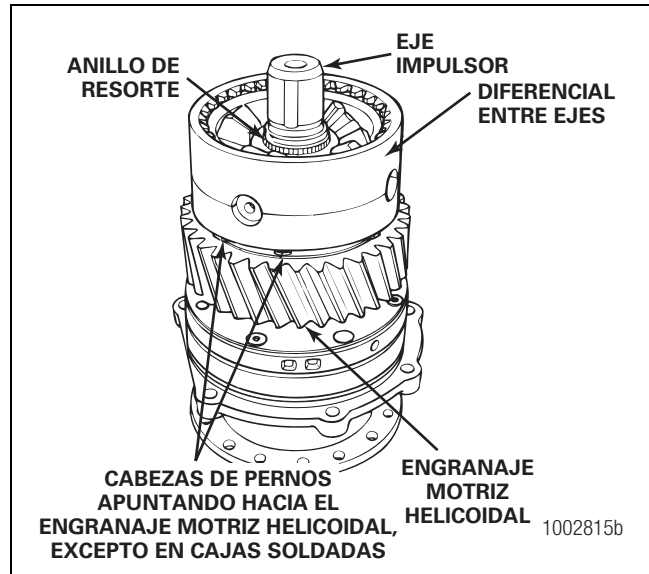

Figura 5.75
11. Instale el diferencial entre ejes en el eje impulsor de manera que los dientes de la caja del diferencial estén separados del engranaje motriz helicoidal. Instale el anillo de resorte que sujeta la caja al eje. Figura 5.75.